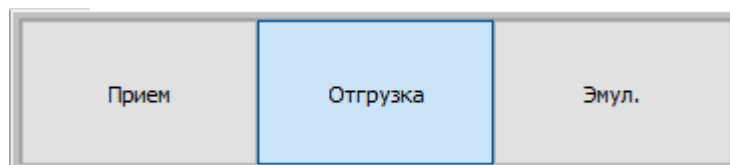

Рисунок 14. Кнопки переключения режимов.
- Кнопки переключения режимов **[Прием]**, **[Отгрузка]** (рисунок 14). Для переключения между режимами приема и отгрузки можно также использовать клавиши <PgUp>, <PgDown>. В том случае если не используются приемные стояки налива, отгрузочные стояки налива или эмуляторы оборудования, соответствующая кнопка не отображается;